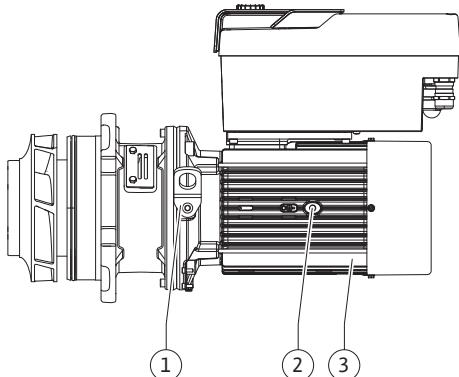

Fig. 108: Utični komplet
13. Uvedite utični komplet (vidi Fig. 108) u kućište pumpe u starom ili nekom drugom željenom kutnom položaju. Pritom se pridržavajte dopuštenih položaja ugradnje dijelova (vidi poglavlje „Dopušteni položaji ugradnje i promjene u rasporedu dijelova prije instalacije“ [▶ 24]).